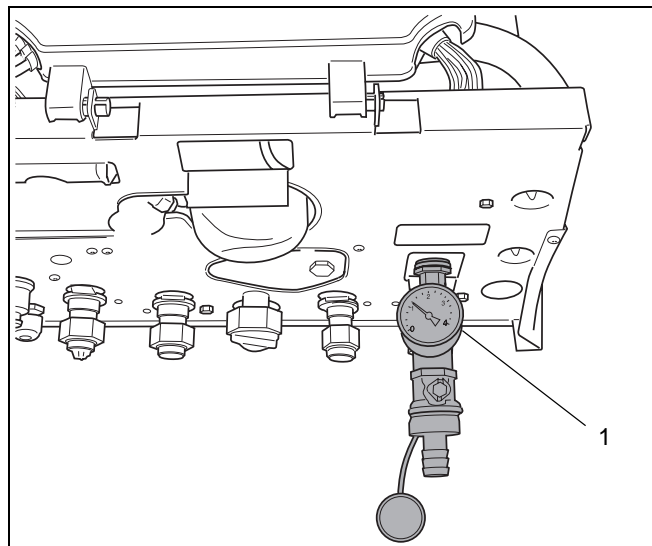

Рис. 8 Монтаж крана наполнения справа в нижней части
- Монтировать манометр давления с краном наполнения и выпуска (рис. 8, поз. 1).